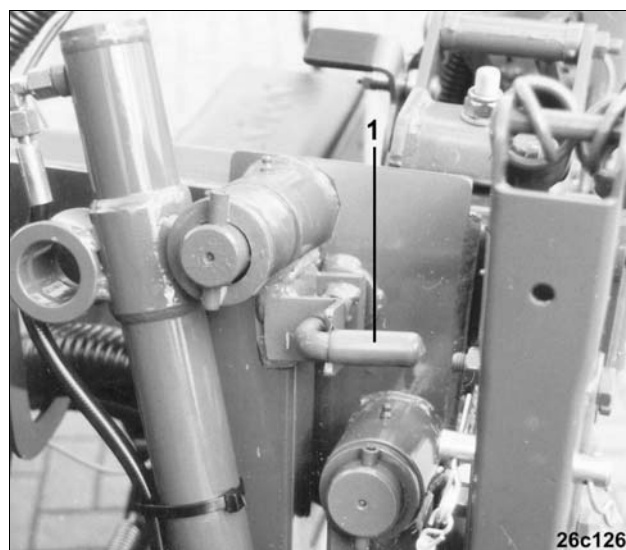

Рис. 141
- Отпустите транспортную блокировку внешних высевающих аппаратов ED 452 К (Рис. 141/1) ED 602 К (Рис. 142/1).